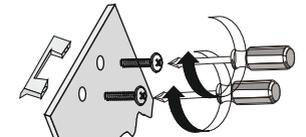

Рис. 8
4. Через предусмотренные в дверях отверстия при помощи винтов, входящих в комплектацию изделия установите в двери ручки (Рис.8)